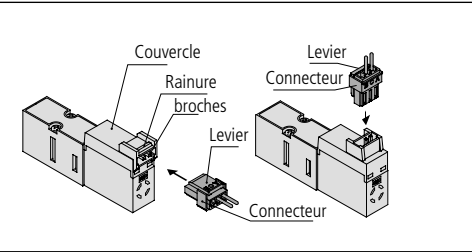

Fig. 6
- Déconnectez le connecteur encliquetable (Fig. 6).
- Desserrez et retirez les deux vis de retenue ❿.
- Retirez le distributeur de l'embase ❷.
- Gardez le joint ❶.
Retrait du connecteur encliquetable (Fig. 6)